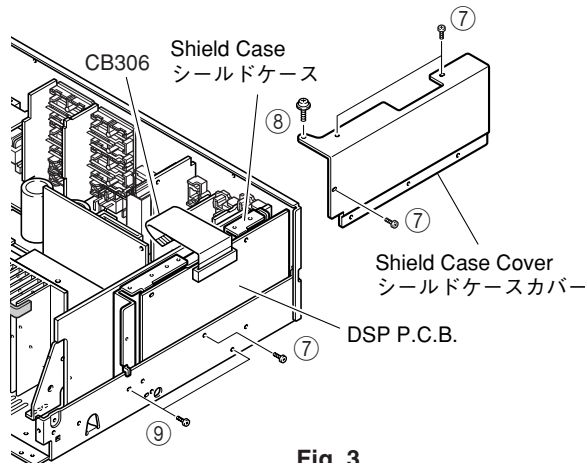

Fig. 3
- Remove 4 screws (7) and 1 screw (8), and then remove the Shield Case Cover. (Fig. 3)
- Remove 2 screws (9). (Fig. 3)
- Remove CB306. (Fig. 3)
- Remove the Shield Case and the DSP P.C.B.. (Fig. 3)
- 7のネジ4本、8のネジ1本を外し、シールドケースカバーを取り外します。(Fig. 3)
- 9のネジ2本を外します。(Fig. 3)
- CB306を外します。(Fig. 3)
- シールドケースとDSP P.C.B.を取り外します。(Fig. 3)